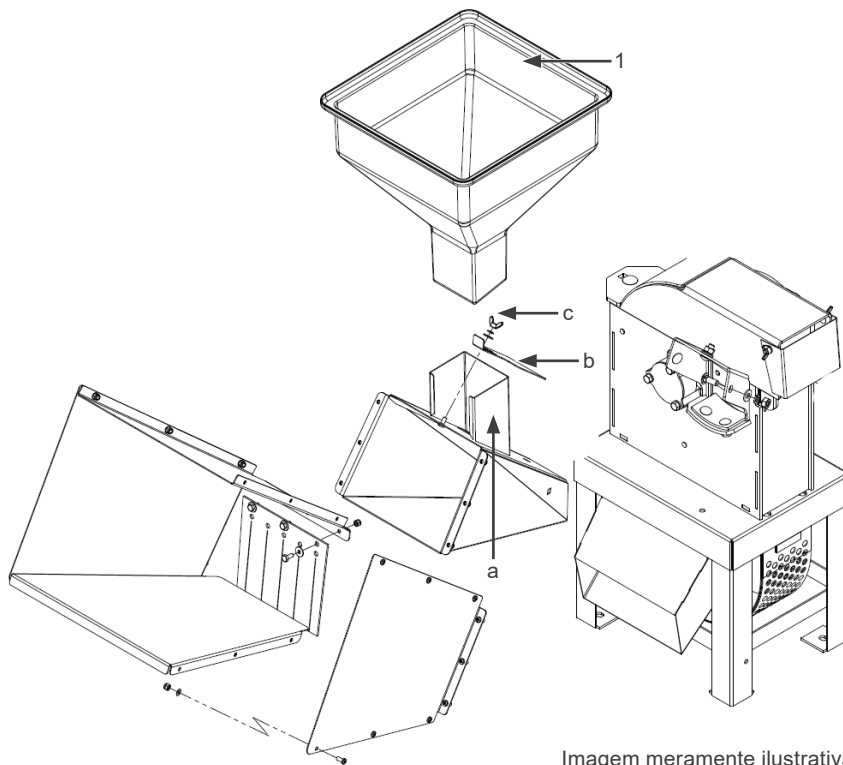

Figura 5.2: Imagem ilustrativa da montagem do funil de grãos
- Para montar o alongamento do funil (11), monte a lateral esquerda (b) no funil do verde (a) utilizando os parafusos (25), arruelas (22) e porcas (21).
- Com as laterais (b e c) fixadas no funil do verde, monte a base (d) alinhando os furos para fixar os parafusos (25), arruelas (22) e porcas (21) pelo lado de fora.
- Fixe a cortina (e) na tampa (f) utilizando o parafuso (19) e a porca (21) e arruela (18) e em seguida monte a tampa (f) no funil do verde (2) alinhando os furos com as laterais (b e c) para fixar os parafusos (25), arruelas (22), nessa peça com a porca (21) pelo lado de dentro.
Para montar o funil do grão, retire o funil (1) da embalagem e monte o mesmo no suporte do funil (a). Ao utilizar o funil do grão (1) regule a tampa de fechamento de saída do grão (b), soltando a porca borboleta (c) localizado no funil do verde, em seguida aperte novamente conforme Figura 5.2 na página 20.